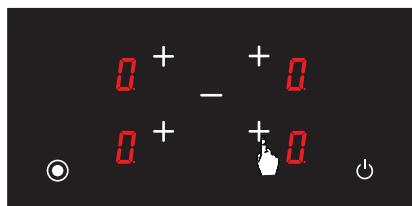

Рис. 18
3. Нажмите кнопку выбора передней правой конфорки **+** еще раз (см. Рис. 18).